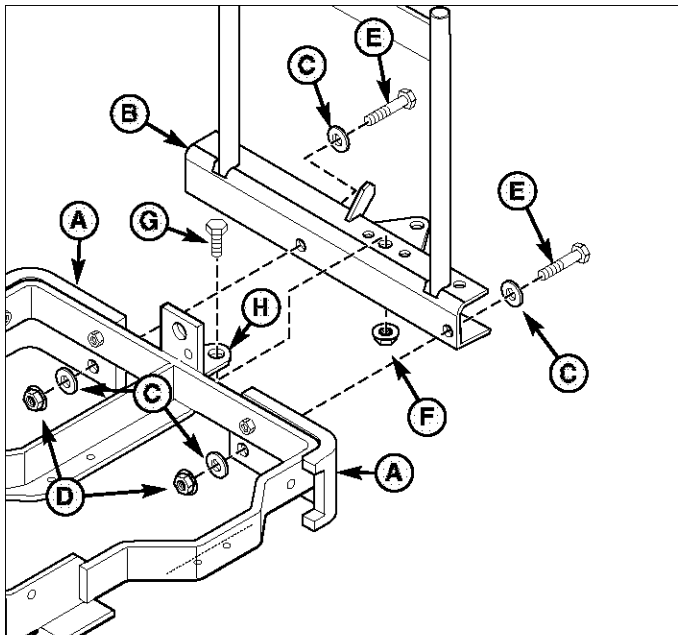

Figura 4. Instalación del Sistema de Enganche
1. Sujete el sistema de enganche (B, Figura 4) al bastidor y a los pesos traseros (A). Fíjelo con los tornillos de cabeza hexagonal de 3/8-16 x 2 (E), las arandelas (C) y las contratuercas estrelladas de 3/8-16 (D) como se muestra. Apriete manualmente por el momento.
2. Instale el tornillo de cabeza hexagonal de 1/2-13 x 1-1/4 (G) pasándolo por la barra de enganche (H) y apriételo.